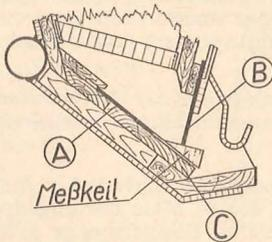
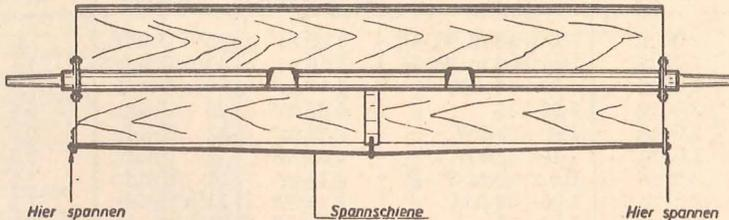

Abb. 2
Abb. 3
Die Überprüfung geschieht folgendermaßen: Auf der ganzen Maschinenbreite ist z. B. bei Durchlaßschieberstellung 6 ein Meßkeil zwischen Durchlaßschieber (B) und Rührschieber (A) zu stecken (s. Abb. 2). Achten Sie bitte hierbei darauf, daß der Rührschieber (A) an allen Stellen gleichmäßig auf dem Kastenboden (C) aufliegt! Bei der ersten Probe macht man zweckmäßig eine Markierung auf den Meßkeil und überprüft, ob der Abstand zwischen Rührschieber (A) und Durchlaßschieber (B) auf der ganzen Maschinenbreite gleich ist. Ist dies nicht der Fall, so ist durch Verdrehen der Spannschlösser (10/17) der Durchlaßschieber entsprechend nachzustellen. Hat der Kastenboden (C) sich durchgebogen, so muß er durch Anziehen der Spannmutter über die Spannschiene wieder nachgerichtet werden (siehe Abb. 3)!